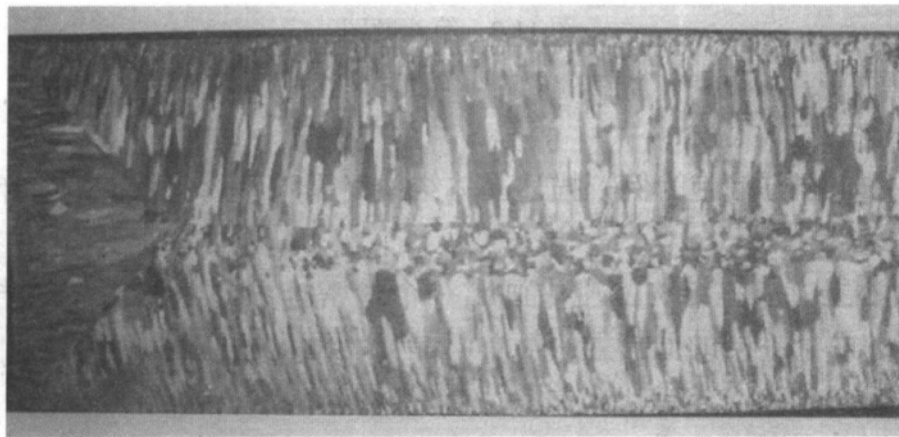

图 11-2 第四题第 2 小题图
2. 图 11-2 为一连铸坯低倍组织照片，说明各晶区的名称及成因；若想得到更多的等轴晶粒，可采用哪些方法或措施？